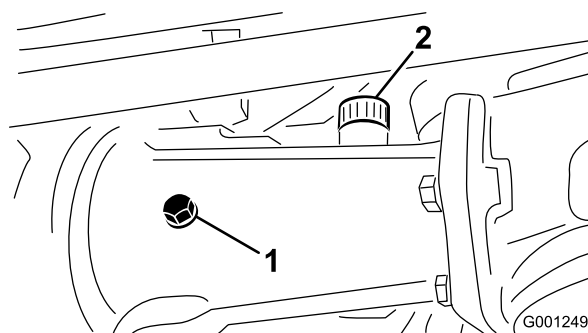
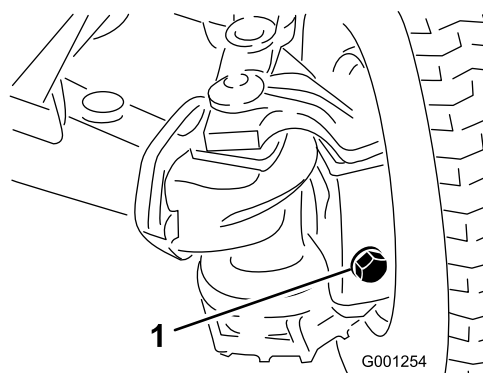

Figura 62
Figura 63
riempimento/controllo in ciascuna scatola dell'assale esterno (Figura 62 e Figura 63).
3. Controllate che vi sia lubrificante fino ai filetti nella parte inferiore di ciascun foro del tappo (Figura 62 e Figura 63).
- A. In caso di riempimento dell'alloggiamento dell'assale centrale, rimuovete il tappo di riempimento (Figura 62).
- B. Aggiungete il lubrificante dell'assale posteriore specificato nel serbatoio (o serbatoi) dell'assale fino a quando il lubrificante non raggiunge la parte inferiore dei fori dei tappi di controllo (Figura 62 e Figura 63).
- C. In caso di rimozione dall'alloggiamento dell'assale centrale, applicate un composto frenafili PTFE ai filetti del tappo di riempimento e montatelo nell'alloggiamento (Figura 62).
5. Applicare il composto frenafili PTFE ai filetti del tappo di controllo dall'alloggiamento dell'assale centrale e dei tappi di riempimento/controllo dalle 2 scatole dell'assale esterno (Figura 62).
nelle 2 scatole dell'assale esterno (Figura 62 e Figura 63).
1. Tappo di spurgo (3)
8. Applicate il composto frenafili PTFE ai filetti del tappo di controllo dall'alloggiamento dell'assale centrale e dei tappi di riempimento/controllo dalle 2 scatole dell'assale esterno; fate riferimento a Figura 62 e Figura 63 in Controllo del lubrificante dell'assale posteriore \(solo modello 30345\) (pagina 50).
9. Montate il tappo di controllo nell'alloggiamento dell'assale centrale e i tappi di riempimento/controllo nelle 2 scatole dell'assale esterno; fate riferimento a Figura 62 e Figura 63 in Controllo del lubrificante dell'assale posteriore \(solo modello 30345\) (pagina 50).